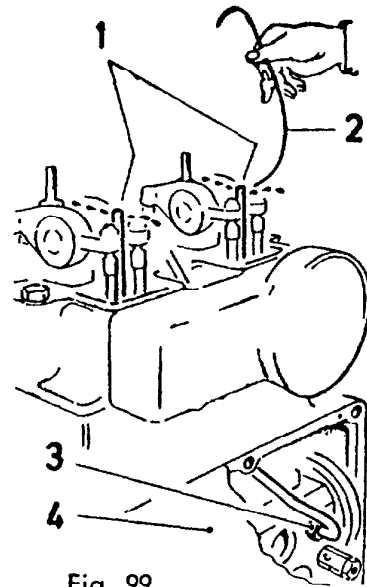

Fig. 99
2. Sveiv motoren. Kontroller at oljedusjen fra rørene (1) virker.
3. Rens om nødvendig hullene (0,9 mm) med en tynn streng eller nål. Virker ikke oljedusjen etter rensing, må veivhusluken (4) av (fig. 99, pos. 4) og ventilmørerør-forskruring (3) løses.